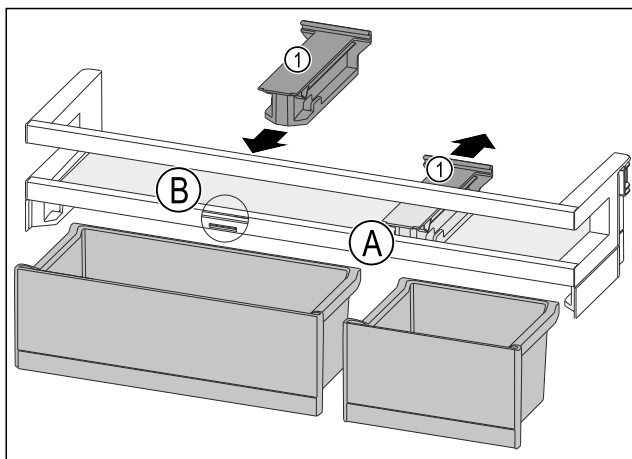

Fig. 118
- Pidržni dio Fig. 118 (1) u položaju Fig. 118 (A) skinite prema natrag.
- Pidržni dio Fig. 118 (1) umetnite u položaj Fig. 118 (B).